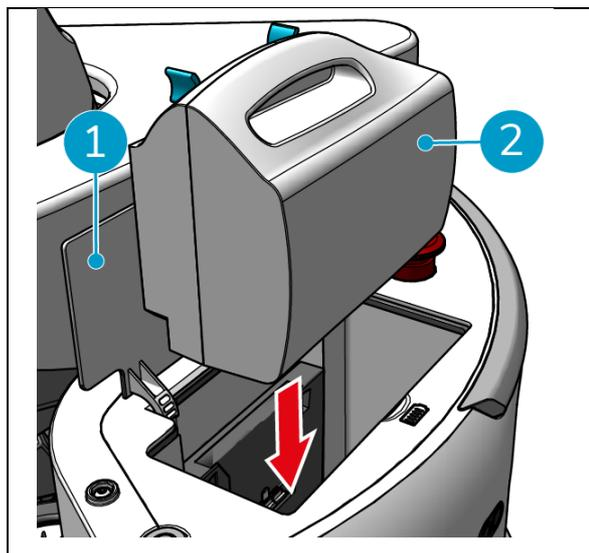

Figura 11
1. Abra a tampa do compartimento das pilhas na unidade principal (Figura 11, pos. 1).
2. Empurrar a bateria (Figura 11, pos. 2) na ranhura da bateria. Um clique indica que a bateria está bloqueada.